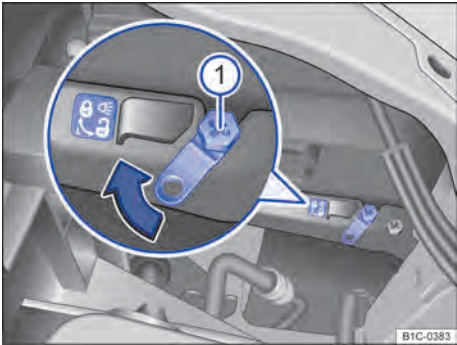

Fig. 178 No compartimento do motor: alavanca de destravamento do farol dianteiro esquerdo.
3.	Empurrar os quatro pontos de montagem da carcaça do farol nas quatro guias ① na abertura do farol.
4.	Travar a carcaça do farol. Para isso, enfiar a chave de fenda Phillips ⇒ Página 278 na alavanca de destravamento ⇒ Fig. 178 ①.
6.	Atentar para que a marcação vermelha da alavanca de destravamento ⇒ Fig. 178 não esteja mais visível. Se, após o travamento, a marcação vermelha continuar visível, o farol não está corretamente fixado e as etapas de montagem devem ser repetidas.